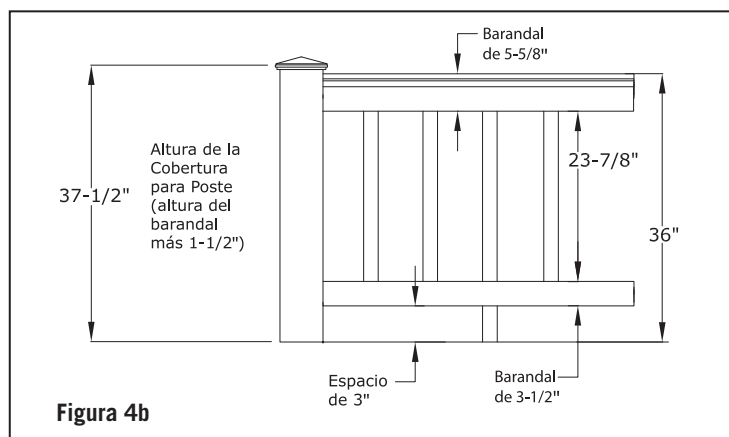

Figura 4b
Paso 11(b): La Figura 4b ilustra cómo puede medirse un barandal de 36" de altura. Comenzando con un espacio de 3" + 3-1/2" barandal inferior + 23-7/8" balaustre + 3-1/2" barandal superior + 2-1/8" barandal de tope = una altura de barandal de 36". Si desea su barandal a una altura diferente, use la Figura 4b como una herramienta de planeación para determinar la altura para cortar las coberturas de los postes y los bloques de soporte. **Nota:** Use una herramienta para asegurar una longitud consistente (+/- 1/16").
Paso 9(b): La Figura 4b ilustra cómo puede medirse un barandal de 36" de altura. Comenzando con un espacio de 3" + 3-1/2" barandal inferior + 27-5/8" balaustre + 3-1/2" barandal superior + 2-1/8" barandal de tope = una altura de barandal de 36". Si desea tener su barandal a una altura diferente, use la Figura 4b como herramienta de planeación para determinar la altura para cortar las coberturas de poste y los bloques de soporte. Nota: Use una herramienta para asegurar una longitud consistente (+/- 1/16").